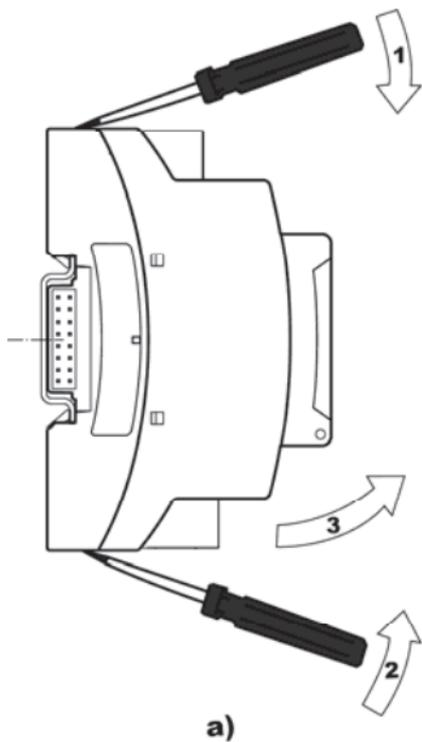

Рисунок 6.3 – Демонтаж контроллера с DIN-рейки
- при помощи отвертки открыть защелки, фиксирующие контроллер на DIN-рейке (см. рисунок 6.3 а).
- для снятия соединителя следует поддеть пальцами одновременно все его крючки, потянуть на себя (см. рисунок 6.3 б).